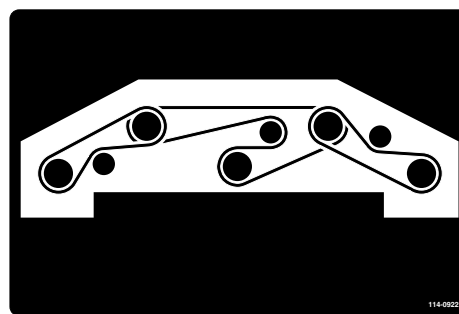

Bild 116
8. Verlegen Sie den neuen Riemen um die Spindelscheiben und die Spannscheiben (Bild 116).